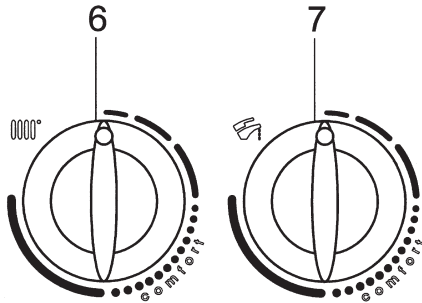

Fig. 22A
- 1) Turn the control knob 6 (figure 1) fully counter-clockwise to its minimum value as shown in figure 22A.
- 1) tourner le bouton 6 (figure 1) dans le sens inverse des aiguilles d'une montre et les mettre sur la valeur minimum comme le montre la figure 22A;
4.1) If there is no manual exit as described in point 4, after 5 minutes approx. the “view parameters” function will be interrupted automatically. When automatic exit is tripped, the letter “d” will be displayed, alternating with the boiler flow temperature value. The display remains in this state until such time as the position of the knob 6 (figure 22A) is changed, or until the boiler is disconnected from the power supply.
4.1) Si la sortie manuelle décrite au point 4 n’est pas effectuée, la fonction “affichage paramètres” est interrompue automatiquement au bout de 5 minutes. Lorsque la sortie automatique a lieu, l’afficheur visualise la lettre “d” en alternance avec la valeur de la température d’amenée. Ce message reste affiché jusqu’à ce que l’on déplace la manette 6 (figure 22A) ou si l’on coupe l’alimentation électrique de la chaudière.